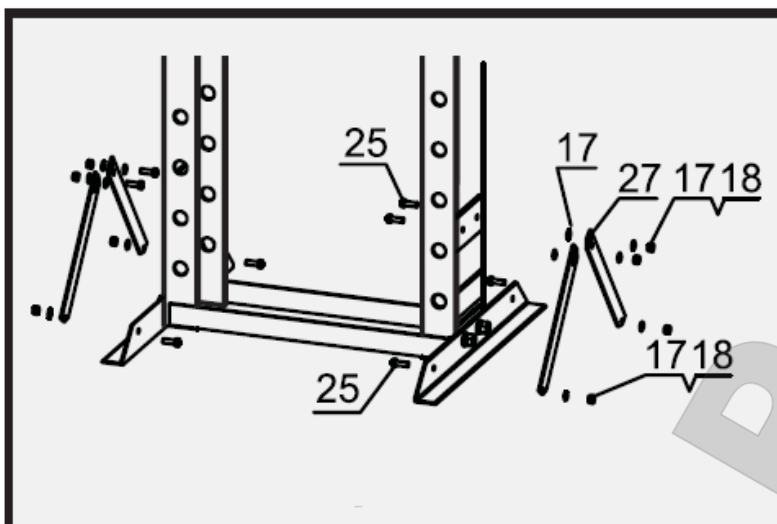

Рис. 2
3. Закрепите боковые растяжки (27) на стойках рамы и опорных уголках болтами (25), с шайбами (17) и гайками (18). См. рис. 2.